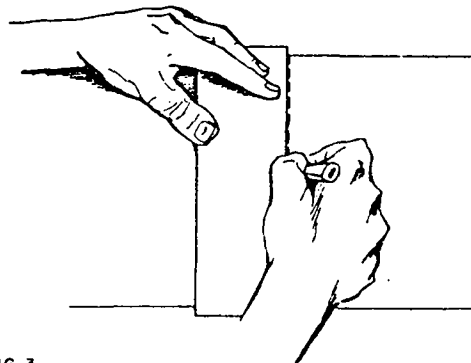

FIG. 3
3.º Passo – Trace o contorno usando uma tira de cartolina (fig. 3).